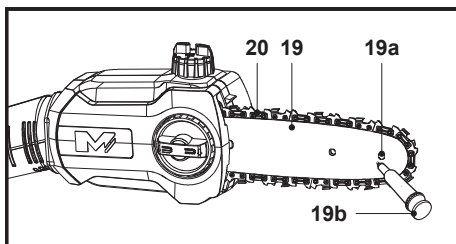

Fig. 43
2. À l'aide d'un pistolet de graissage jetable, insérer le bec effilé dans l'orifice de lubrification (19b) (Fig. 43) et injecter de la graisse jusqu'à ce qu'elle apparaisse sur le bord extérieur de la roue dentée (19a).